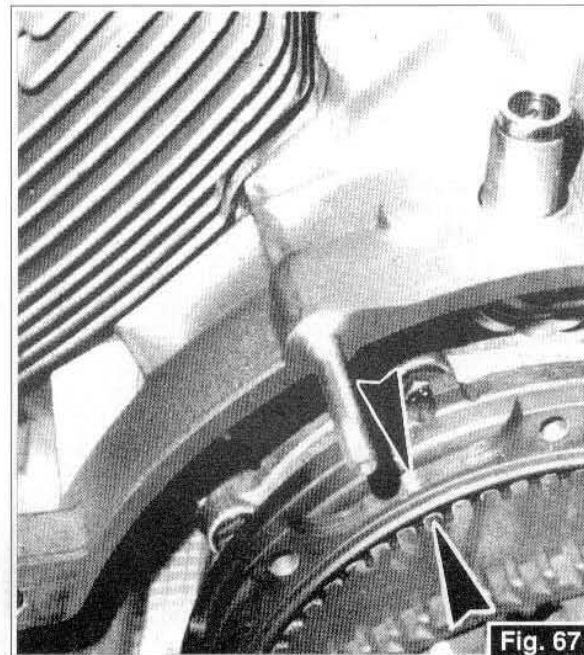

Fig. 67
- Remontez l'embrayage en veillant à ce que le repère gravé sur une dent du plateau de pression s'aligne avec les repères gravés sur le volant (Fig. 67).
- Beim Montieren der Baugruppe Kupplung darauf achten, daß die Markierung, die auf einem Zahn des Federtellers eingezeichnet ist, mit der Markierung auf dem Schwungrad übereinstimmt (Abb. 67).